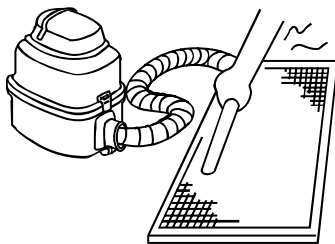

Abb. 5
- Während der Reinigung mit Staubsauger soll die Lufteingangseite nach oben zeigen (siehe Abbildung 5).